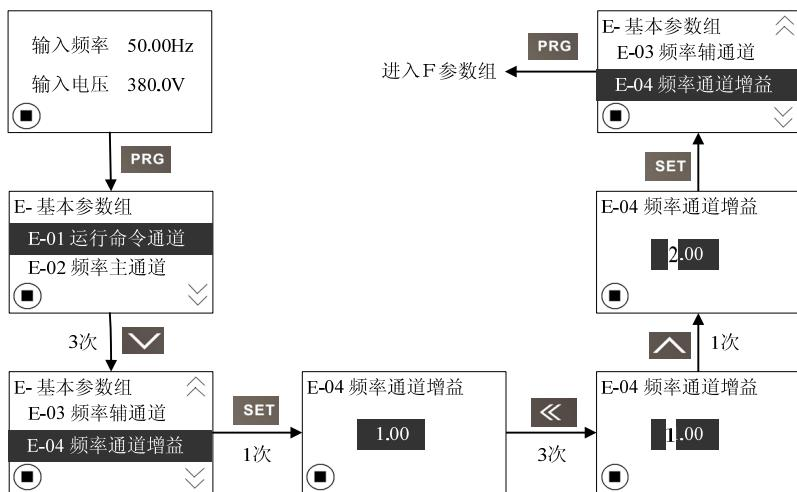

图 12 数据操作界面流程
(2) 数据操作界面流程：以功能代码 E-04 下频率通道增益设定为例来介绍，设置 E-04 的参数值为 2.00，具体操作如图 12 所示。